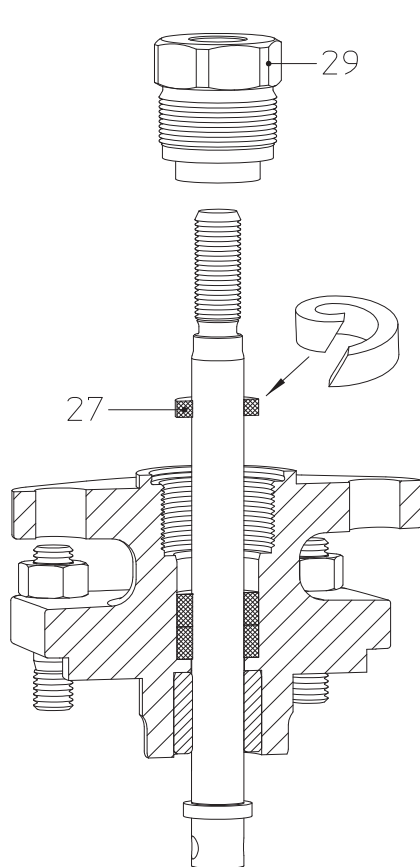
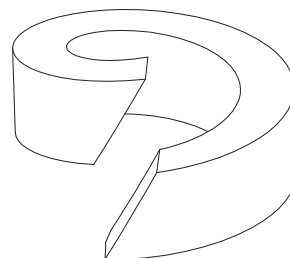

Bild 13: Stopfbuchspackung DN15-100
Bild 16: geteilter Packungsring
- Neuen Packungsring (Pos. 27) einlegen, Einbau gemäß Darstellungen Bild 13 - Bild 16.
Wird ein geteilter Packungsring verwendet, ist beim Zuschneiden auf einen schrägen Schnittverlauf gemäß Darstellung Bild 16 zu achten.